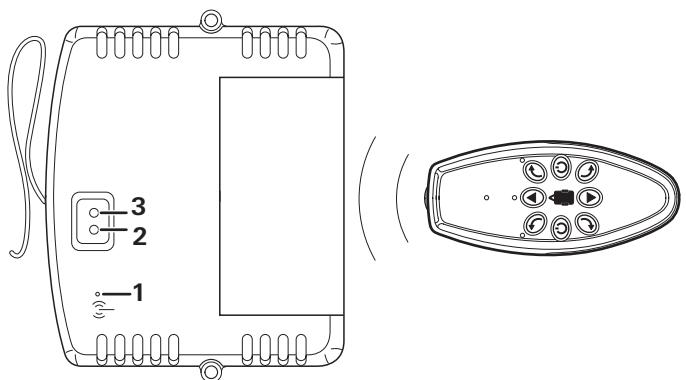

Bild 12
- Resetztaste (Bild 12 - 1) auf der Steuerung mit einem dünnen Gegenstand betätigen. Hierzu kann die Antenne der Steuerung verwendet werden.
Die grüne und rote LED (Bild 12 - 2/3) auf der Steuerung blinken jetzt abwechselnd.